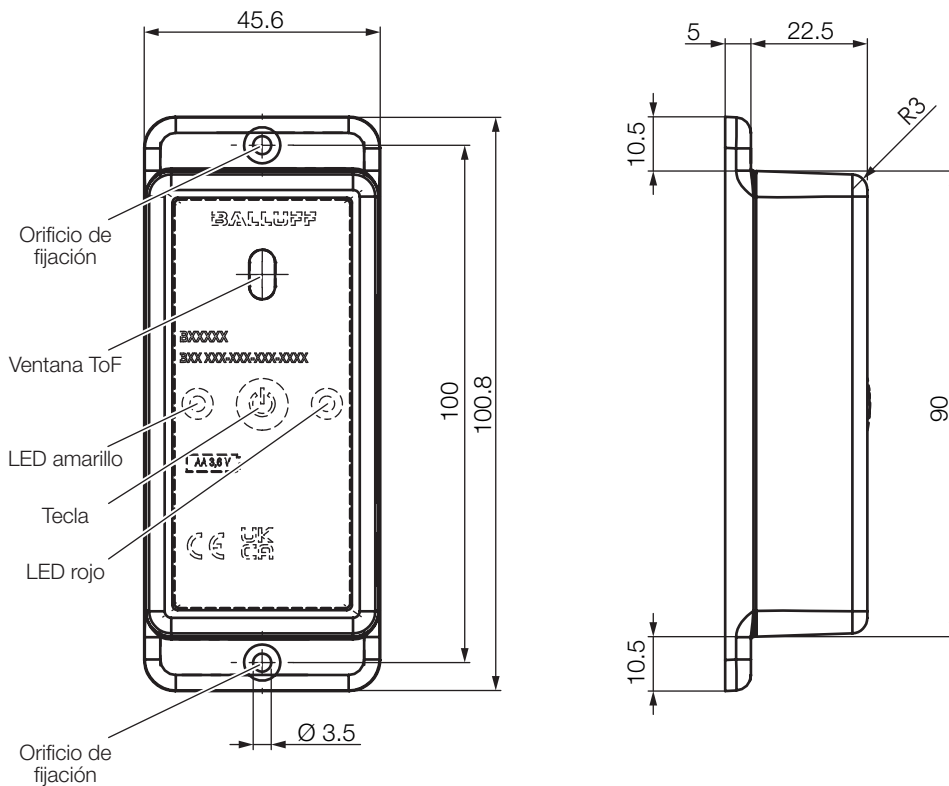

Fig. 4-1: Dimensiones, estructura y funcionamiento
Para las dimensiones, véase Fig. 4-1 en la página 7.
- ▶ Montar el sensor de tal modo que la ventana ToF (véase Fig. 4-1 en la página 7) se encuentre directamente encima o delante del material que se debe monitorizar.